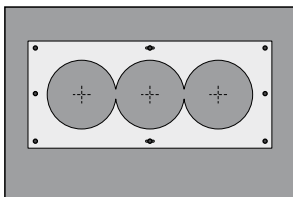

рис. 48
- установите шаблон в зоне сверления отверстий (рис. 48)